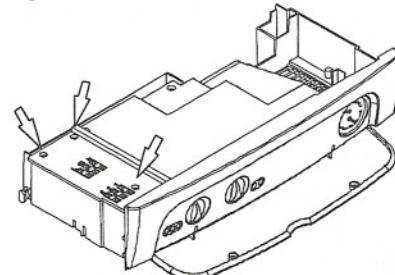

fig. 7.4
- Aflojar los tornillos y retirar la tapa de la bornera fig. 7.4